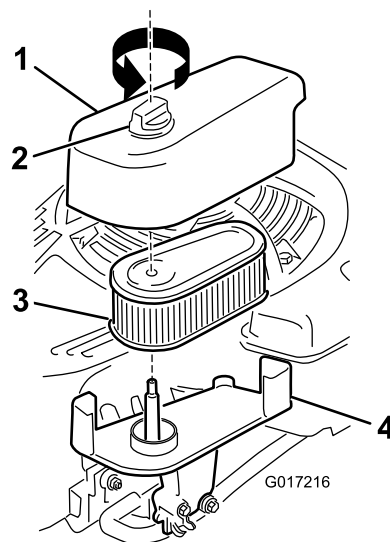

Figura 32
1. Desaperte o fixador e retire a cobertura do filtro de ar (Figura 32).